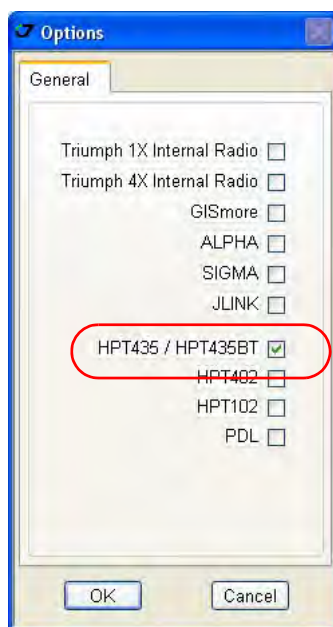

Рисунок 2-5. Options
4. Выберите HPT435/HPT435BT (Рис. 2-5) в списке окна *Options* и нажмите *OK*: